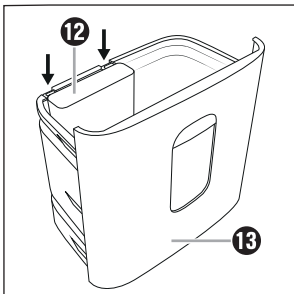

Abb. 3
- ◆ Montieren Sie den kleinen Auffangbehälter **12** im großen Auffangbehälter **13** (siehe Abb. 3).